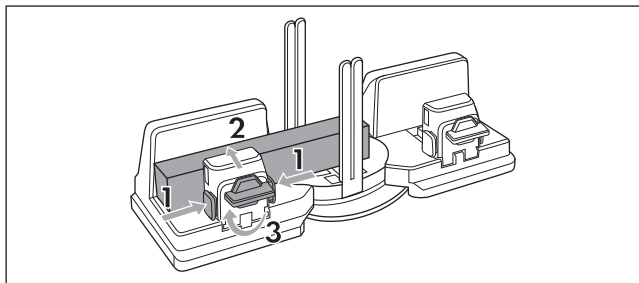

Fig. 6
- ◆ Mantenga pulsados los botones de desbloqueo ④ y desplace el dispositivo de fijación ② para colocar la pieza de madera.
- ◆ Coloque la pieza de madera entre la mordaza de sujeción ③ y el dispositivo de fijación ②. Asegúrese de introducir la pieza de madera de forma que sobrepase las barras guía ⑦ (consulte la fig. 6).
- ◆ Mantenga pulsados los botones de desbloqueo ④ y desplace el dispositivo de fijación ② contra la pieza de madera para fijarla. Suelte los botones de desbloqueo ④ cuando la pieza de madera esté bien colocada (consulte la fig. 6).
- ◆ Gire el botón de bloqueo ⑤ en sentido horario para anclar la pieza de madera (consulte la fig. 6).